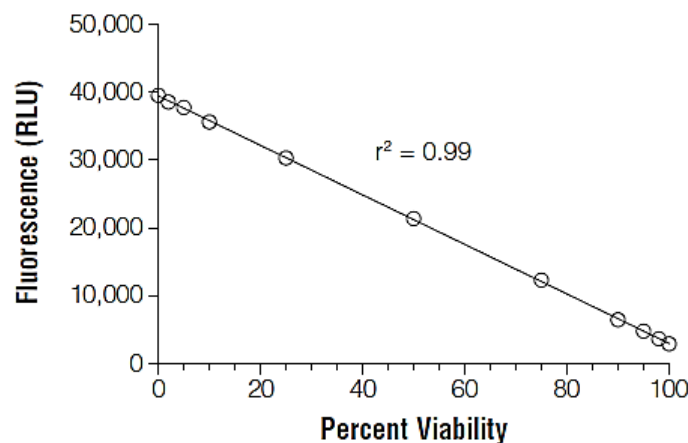

图 4. 检测的线性范围。活的与死的 K562 细胞按照不同比例混合，模拟细胞毒性导致的 0-100% 的细胞活性范围。CellTox™ GreenReagent 产生的荧光随细胞毒性升高而升高，在每孔 10,000 细胞密度下，可以鉴别 98%和 100%细胞活性差别。
10. 计算细胞毒性细胞复孔荧光读数的平均值。减去无细胞对照复孔的荧光均值。以净荧光值与细胞数做图，进行线性拟合。若线性相关系数 >0.95 ，可认为有较好的线性关系。如果线性相关系数 <0.95 ，去除最大细胞数荧光均值，直到线性相关系数 >0.95 。所得数据即为试剂盒在待测细胞系中的线性范围。图 4 为检测结果：